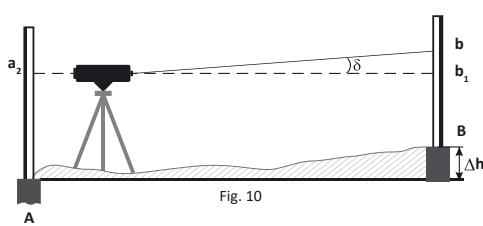

Fig. 10
b) Spostare il livello e posizionarlo ad una distanza di 1-2 m dalla guida A (Fig. 10). Livellare il dispositivo e prendere i conteggi A2 e B2 sulle guide A e B rispettivamente. Se  $|A_2 - b_2| - |A_1 - b_1| < 3 \text{ mm}$ , la regolazione ulteriore non è necessaria.